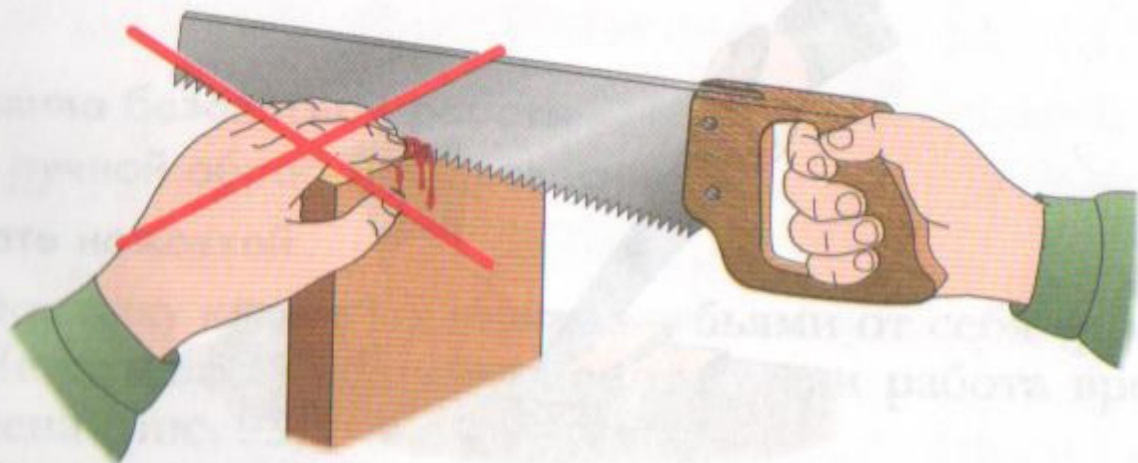

Рис. 97
6. При пилении нельзя направлять пальцами пилу и держать левую руку близко к полотну пилы (рис. 97).